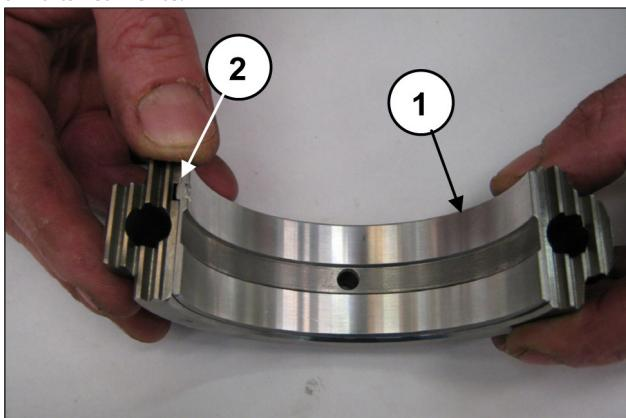

Fig. 67
Aplique os semi-rolamentos inferiores nas capas (pos. ①, Fig. 67) verificando se a lingüeta de referência dos semi-rolamentos está posicionada no compartimento apropriado na capa (pos. ②, Fig. 67).